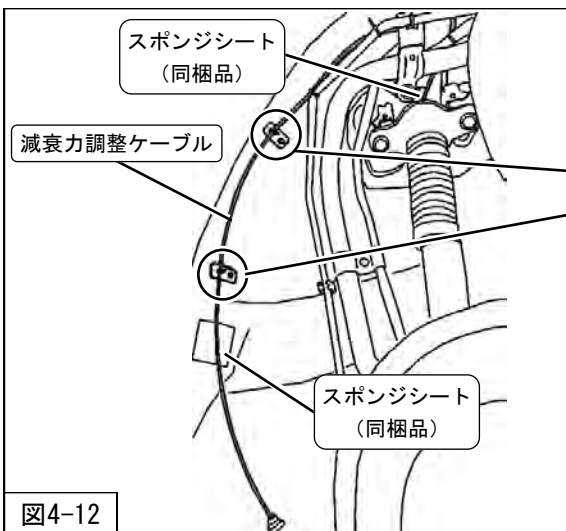

図4-12
17. 減衰力調整ケーブルは図のように配置します。(図4-12)